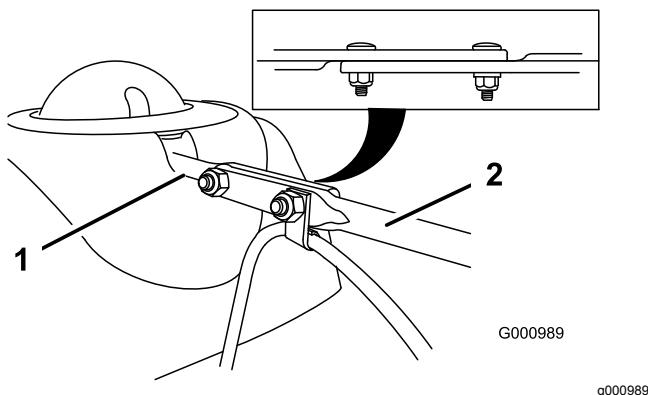

Рисунок 10
- Совместите плоский задний конец длинного штока управления желобом с плоским передним концом короткого штока, который выступает из панели управления, таким образом, чтобы они образовали единое целое (Рисунок 10).